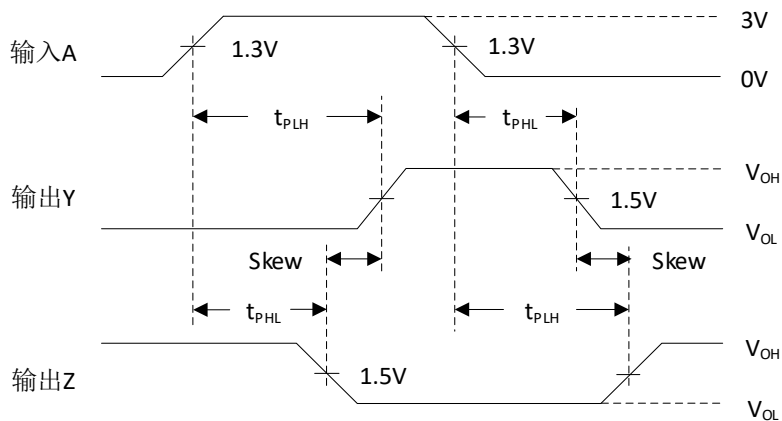

图 2. 传输延时时间和输出斜交时间
4. 测试传输延时时间和输出斜交时间。需要断开 $S1$ 和 $S2$, 对应的测试波形如图 2。